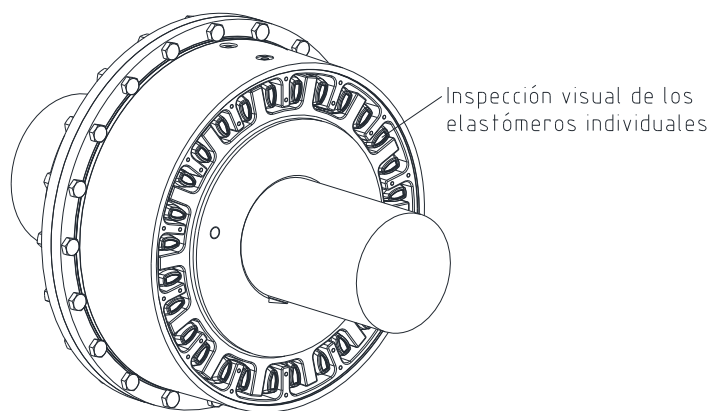
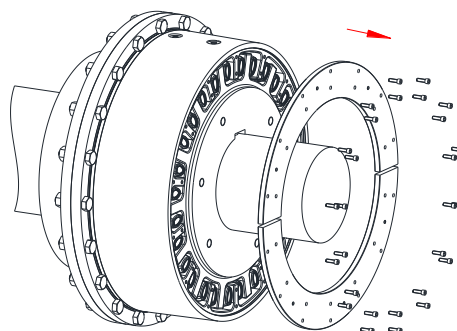

Figura 20
Figura 23
Para realizar una inspección visual de cada elastómero, retire los segmentos de tapa del acoplamiento (figura 23), para que se puedan ver las caras frontales de los elastómeros individuales (véase la figura 20). Retire para ello los elastómeros individuales de los espacios intermedios. En cualquier caso, los elastómeros individuales deben ser sustituidos si se da uno de los siguientes casos.
- En primer lugar, suelte los tornillos cilíndricos DIN EN ISO 4762 (componente 6) y saque los segmentos de la tapa (componente 3) del acoplamiento (véase la figura 23).